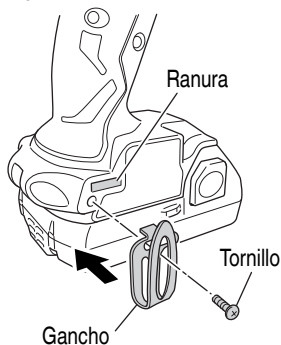

Fig. 12
- (1) Colocación del gancho y ajuste de los tornillos. Instale el gancho en la ranura de la herramienta de alimentación eléctrica de forma segura y apriete los tornillos de manera que el gancho quede firmemente sujeto. (Fig. 12)